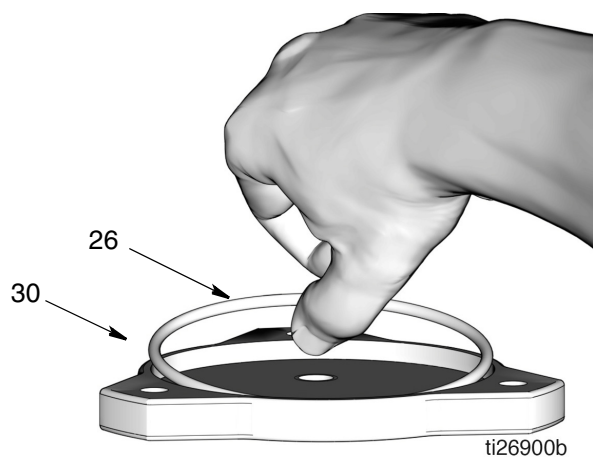

FIG. 59
12. Applicare un sottile strato di grasso all'O-ring (26). Montare l'O-ring all'interno della scanalatura del coperchio (30) come mostrato in (FIG. 59).